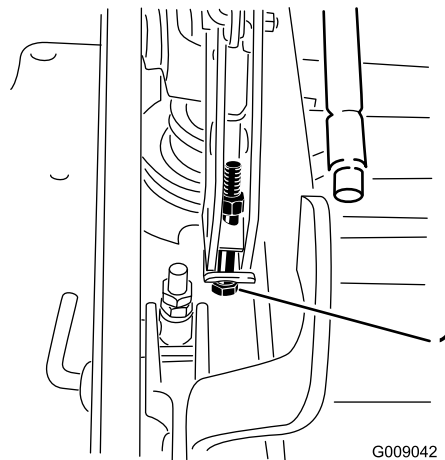

Figura 85
13. Se a plataforma estiver demasiado baixa, aperte o parafuso de ponto único de ajuste rodando-o no sentido dos ponteiros do relógio. Se a plataforma estiver demasiado alta, desaperte o parafuso de ponto único de ajuste rodando-o no sentido contrário ao dos ponteiros do relógio (Figura 85).